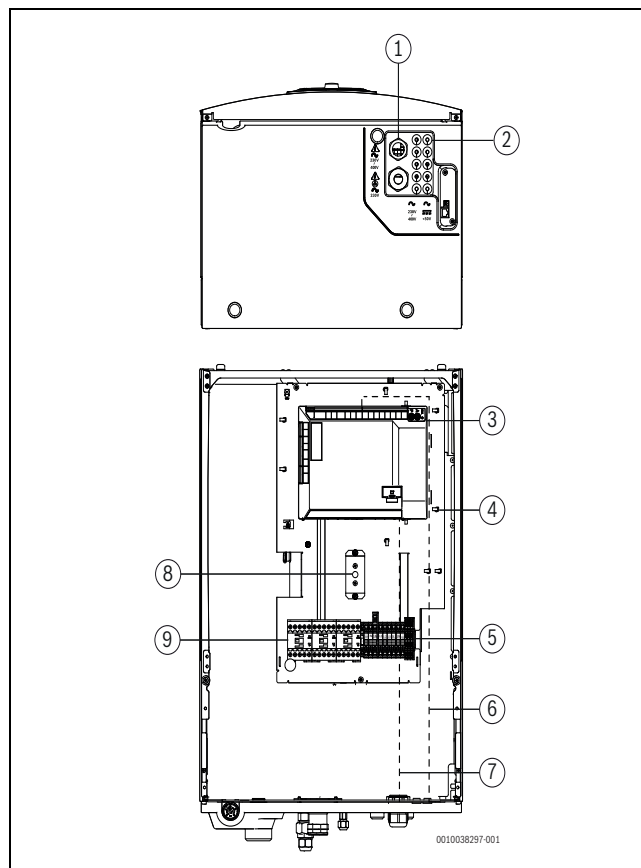

Bild 10 Kabelgenomföringar (undersida och framifrån)
- ▶ För in CAN-BUS, sensorer och andra signalkretskablar genom respektive kabelmatning, märkt med <50 V. Dra kablarna hela vägen tills de når apparatens framsida och anslut dem enligt fig. 10